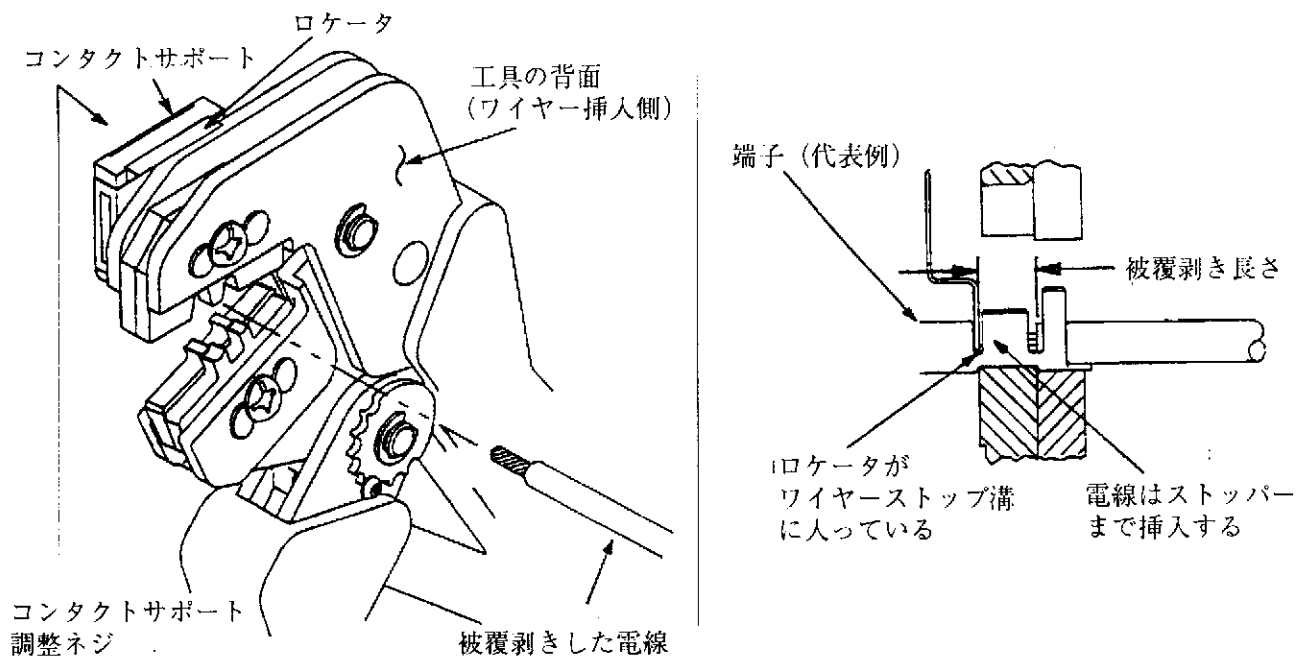

Fig. 3
- 被覆剥きした電線を端子のパレル部に挿入します。Fig. 3 に示す様にストッパーに当たるまで挿入して下さい。
#### 4. コンタクトサポートの調整 (Fig. 3)
Fig. 1 を参照し、使用する電線の電線サイズ、被覆外径を選択して下さい。また、Fig. 1 に示された長さに従って電線を被覆剥き（ストリップ）して下さい。この際電線に傷を付けたり心線を切らないように注意して下さい。適用する端子を選び、工具に刻印されたマークに従って正しい圧着位置を決定します。Fig. 3 を参照し、以下の手順で圧着して下さい。
3. 端子の位置決めをします。勘合側がロケータ側に来て、バレルの”U”字が上を向くようにして端子をアンビレルの上に置きます。Fig. 3 を参照して下さい。ロケータがワイヤバレルの先端に当たるようにします。